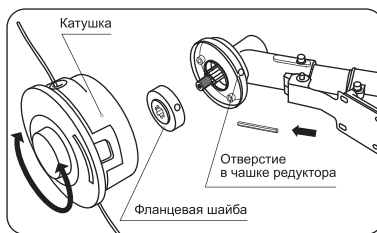

рис. 5
2. Удерживая стержень в отверстиях чашки редуктора и фланцевой шайбы, закрутите катушку с леской против часовой стрелки до упора – см. рис. 5.